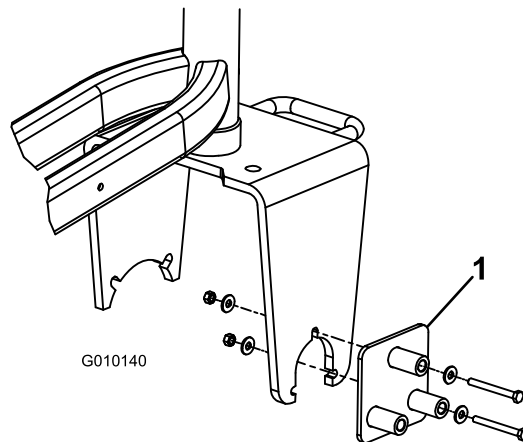

Figure 1
1. Montez le guide de perçage sur le côté gauche de la fourche de roue pivotante au moyen de 2 boulons (5/16" x 3"), 4 rondelles (3/8" x 7/8") et 4 écrous. Positionnez les composants comme montré à la Figure 1.